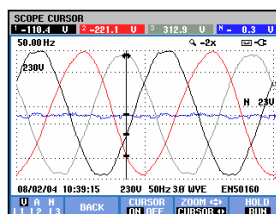

Figura 17-2. Exibição da forma de onda, cursor ativado
- Pressione F3 para ativar o cursor. Use as teclas de seta esquerda/direita para mover o cursor horizontalmente ao longo das formas de onda. O valor das formas de onda no cursor é exibido no cabeçalho da tela, como mostrado na Figura 17.2.